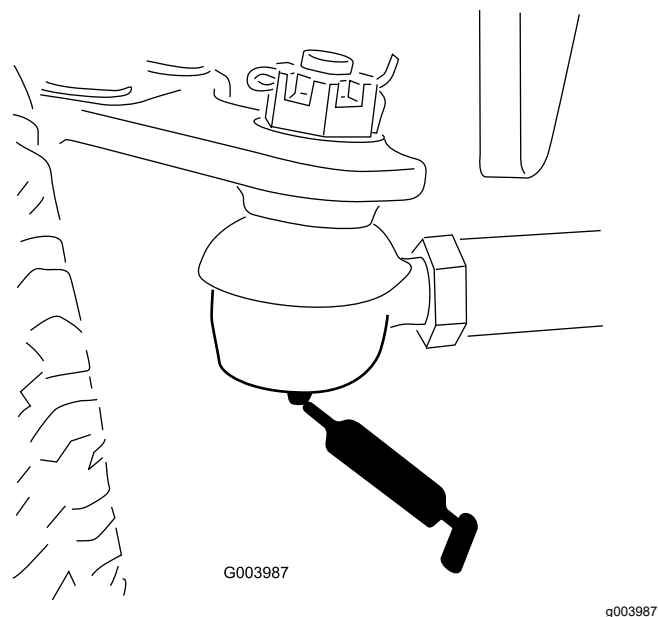

Figura 45
- Barra de ligação do eixo traseiro (2) (Figura 45)